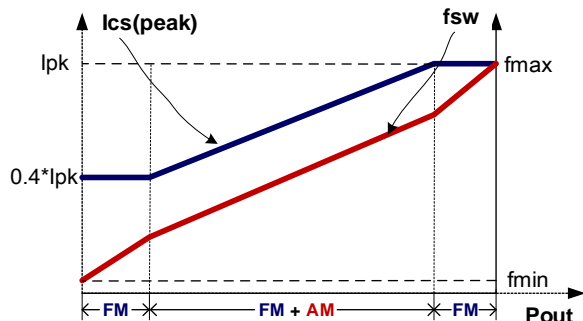

图 4
如图 4 所示，为了满足严苛的平均效率和待机功耗要求，U651X3 采用了调幅控制 (AM) 和调频控制 (FM) 结合的多模式控制技术。接近满载输出时，系统工作在调频工作模式中；在轻重载条件下，系统工作在调频工作和调幅工作模式中；当系统接近空载输出时，系统工作在调频模式中以降低待机功耗。利用此种控制技术，系统可以获得低于 70mW 的待机功耗。